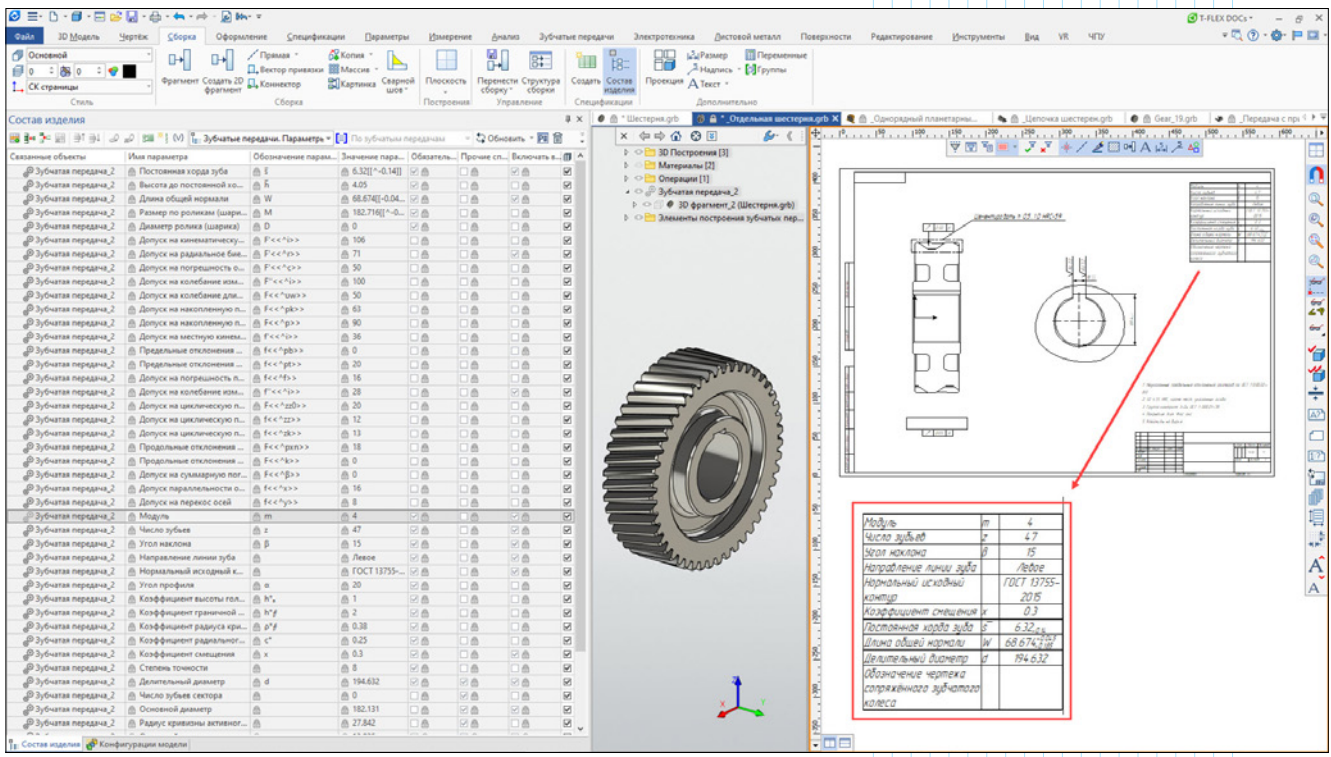

Рис. 18. Создание таблицы параметров зубчатого колеса на основе состава изделия приложения T-FLEX Зубчатые передачи
- *T-FLEX* Зубчатые передачи (рис. 18).